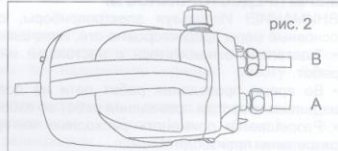

рис. 2
• Установите блок деаэрации (удаления воздуха), подсоедините шланги как показано на рис. 2: установите всасывающий шланг (B), краскоподающий шланг (A) в соответствующие разъемы до упора. Опустите рукоявку на винты и затяните их.